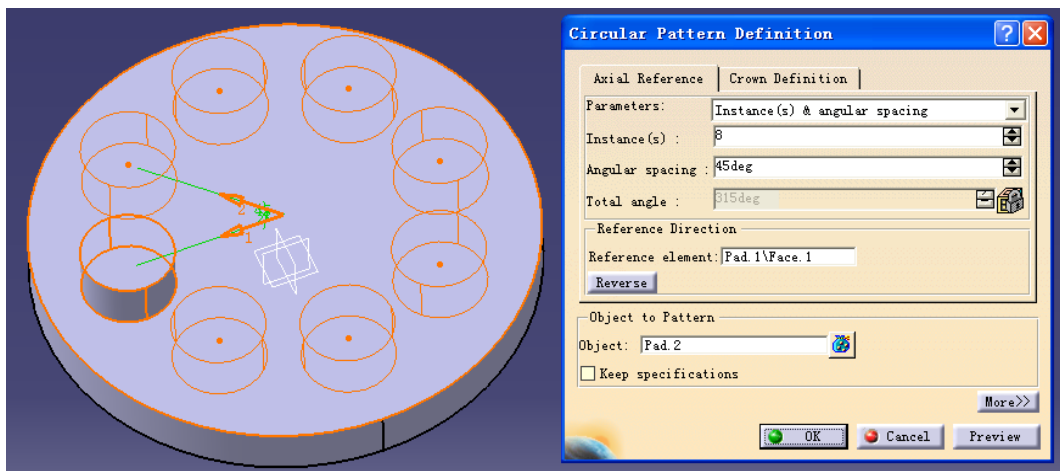

图 3-51
(6) 设 Instance(8), Angular spacing(45), Reference element 栏中用鼠标点击圆盘的上表面，Object 栏中用鼠标点击小圆柱 (见图 3-51)。